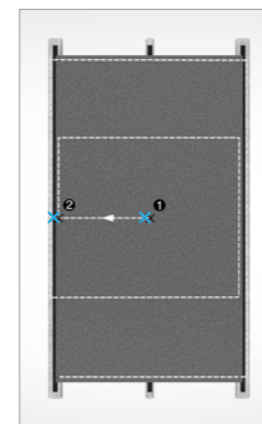

图 11。
- 安装 Genesis 立面板时, 应先固定两个固定点 (先 1 后 2), 随后安装位于固定点上方的滑动点, 最后安装位于固定点下方的滑动点。(见图 11)